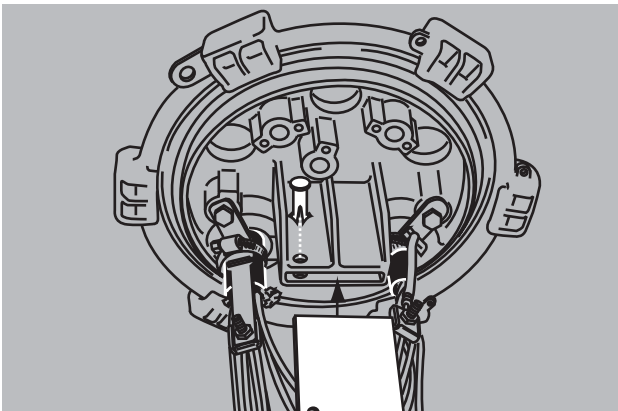

FIGURA 23
**23.** Deslice la barra soporte de bandejas hacia el soporte del disco y asegúrela con el pin proporcionado. (Figura 23)